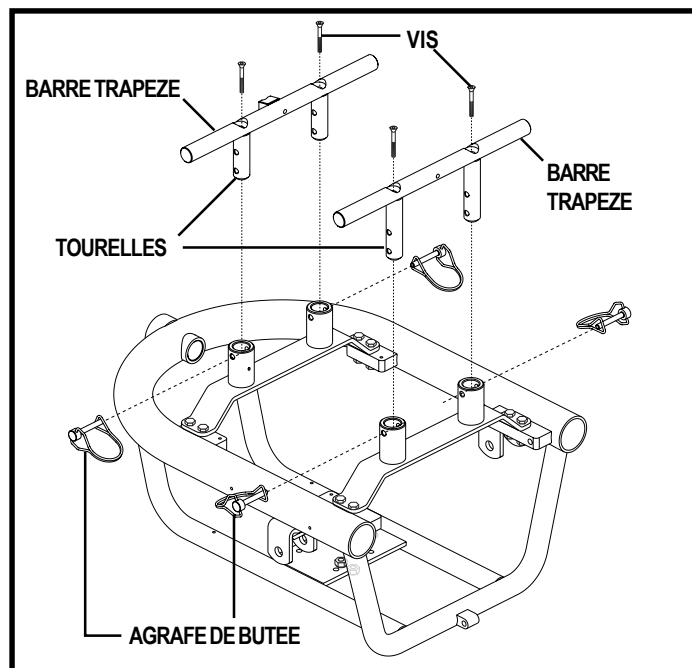

Figure 13. Hauteur du siège - Barre trapeze
7. Desserrez les vis qui retiennent les barres trapèzes aux tourelles de siège. Voir la figure 13.
8. Retirez les agrafes de butée qui fixent les tourelles à la base motorisée. Voir la figure 13.